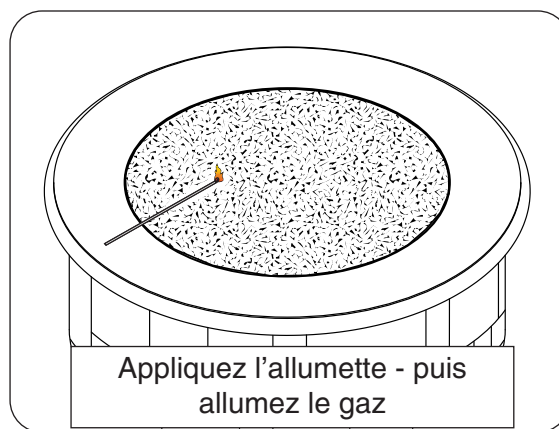

Fig. 50-1
3. Posez une allumette allumée sur la surface décorative à proximité du brûleur (**ne tenez pas l'allumette dans votre main**) (Fig. 50-1).